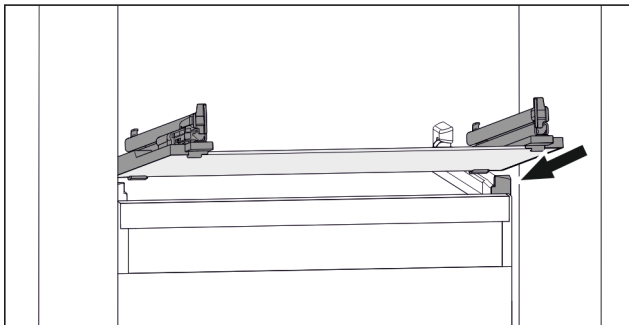

Fig. 85 Exemple de représentation de la tablette en verre
- Placer la tablette en verre, en l'inclinant, derrière les butées. (voir Fig. 85)